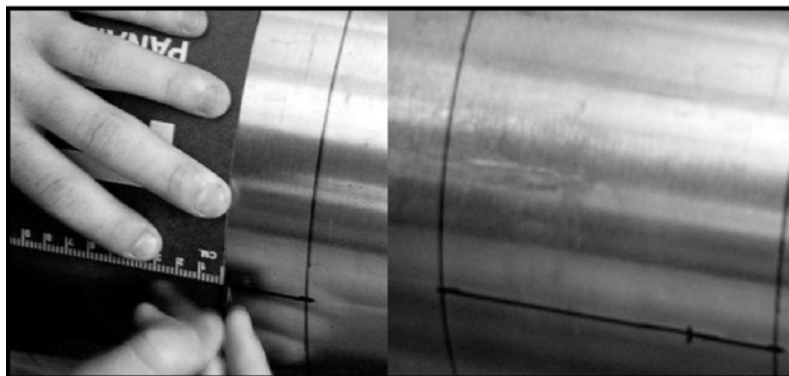

図 35:間隔の測定とマーキング
1. 0 ポイントからの間隔を測定します(円周上の原点)。間隔ポイントをマークする配管の反対側の十字線を 0 点から 180° に置く(下の図 35 に示すように)。